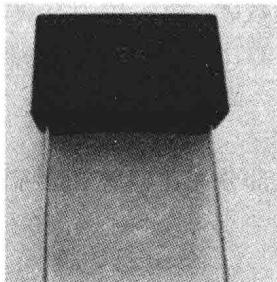

图 1-15 纸质电容
(3) 纸介质电容：纸介质电容器的电极用铝箔或锡箔做成，绝缘介质是浸蜡的纸，相叠后卷成圆柱体，外包防潮物质，有时外壳采用密封的铁壳以提高防潮性。价格低、容量大，外形如图 1-15 所示。